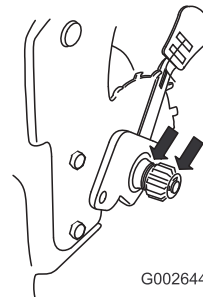

Bild 41
2. Tragen Sie Schmieröl auf die Innen- und Aussenseiten des Getriebes auf, wie in **Bild 41** gezeigt.